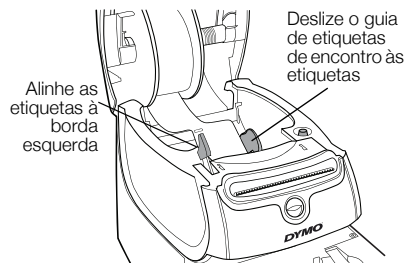

Figura 8
- As etiquetas devem ser colocadas com a borda esquerda junto à borda esquerda da abertura de alimentação de etiquetas. Consulte a Figura 8.
- 7 Alinhe a borda esquerda da etiqueta à borda esquerda da abertura de alimentação de etiquetas e, em seguida, insira a etiqueta na ranhura. Consulte a Figura 8.
- 8 Deslize o guia de etiquetas para a esquerda até ele se alinhar à borda direita da etiqueta. Consulte a Figura 8.